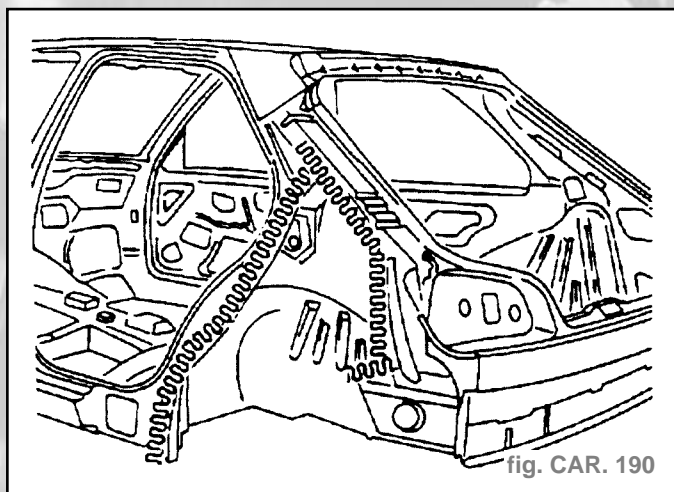

fig. CAR. 190
- Appliquer une colle de calage structurale (fig. CAR. 190).